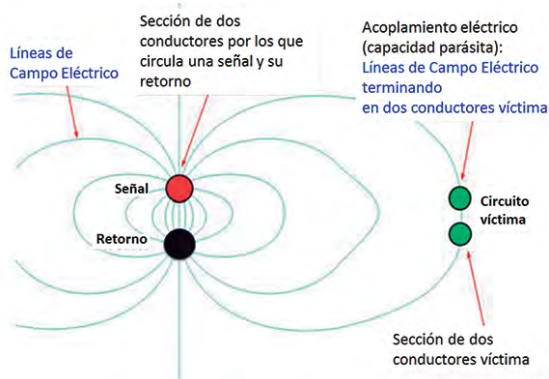

Figura 5: Ejemplo de acoplamiento de campo eléctrico
- Acoplamiento eléctrico o capacitivo (figura 5)
En el acoplamiento eléctrico, las líneas de campo E se dibujan de manera que siempre terminan en conductores, a 90° de sus superficies. La densidad de las líneas nos dice qué tan fuerte es el campo E. Podemos ver en la figura 5 que la mayor intensidad de campo E está exactamente entre la fuente de señal y su retorno. Pero también vemos que el campo se extiende en el es-